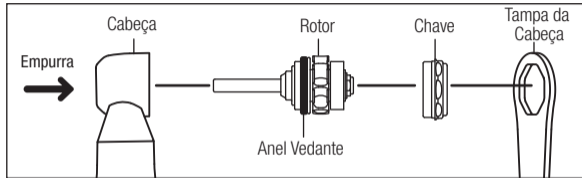

Fig. 12
- Certifique-se de que o anel vedante (Fig.12) está colocado corretamente no rotor.